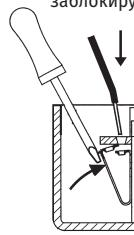

Fig.2
- Pour connecter les fils électriques aux bornes de la serrure, appuyez sur les languettes comme indiqué sur la figure jusqu'à ce que les trous soient alignés et que le fil déjà rayé soit inséré (**fig. 2**).
- Um die elektrischen Kabel an die Klemmen des Schlosses anzuschließen, drücken Sie die Laschen wie in der Abbildung gezeigt, bis die Löcher ausgerichtet sind und das bereits verkratzte Kabel eingeführt ist (**Abb. 2**).
- Чтобы подключить электрические провода к клеммам замка, нажмите на выступы, как показано на рисунке, до тех пор, пока отверстия не выровняются, и вставьте уже защищенный провод (**рис. 2**).